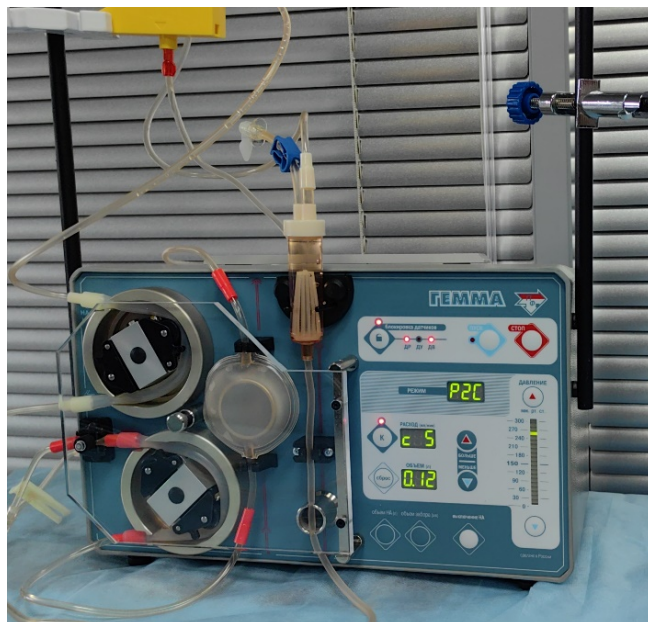
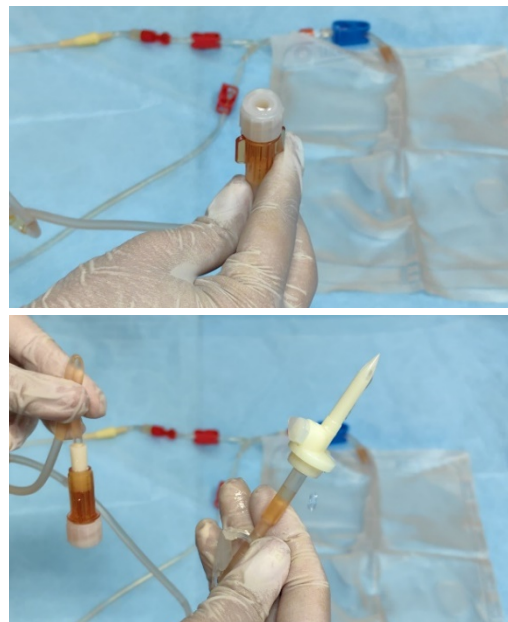

Рисунок 2.33
Рисунок 2.34-35
- 2.20. Включите верхний роликовый насос, нажав кнопку «выключение НА» и выставите наименьшее соотношение между роликовыми насосами (1:5 или 1:1) – рис. 2.33. Нажмите кнопку «пуск» и заполните линию плазмы (оба сегмента – линию соединения с колонкой и линию соединения с физиологическим раствором) - рис. 2.34-35.